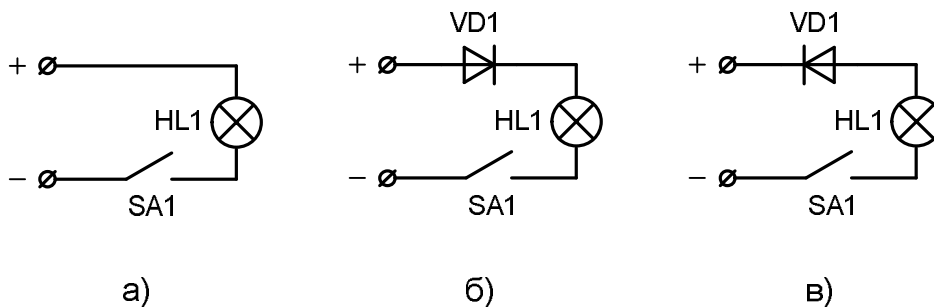

Рис. 17
1. Зберіть електричну схему (рис. 17а), що складається з джерела струму (можна використати ВСШ-6 або акумулятор), електричної лампочки і вимикача. Замкніть коло і продемонструйте яскраве свічення лампочки.
2. Доповніть попередню схему діодом VD1, включеним у прямому напрямі (рис. 17б). Лампочка світиться так само яскраво.
3. Змініть напрям включення діода (рис. 17в): лампочка не світиться.